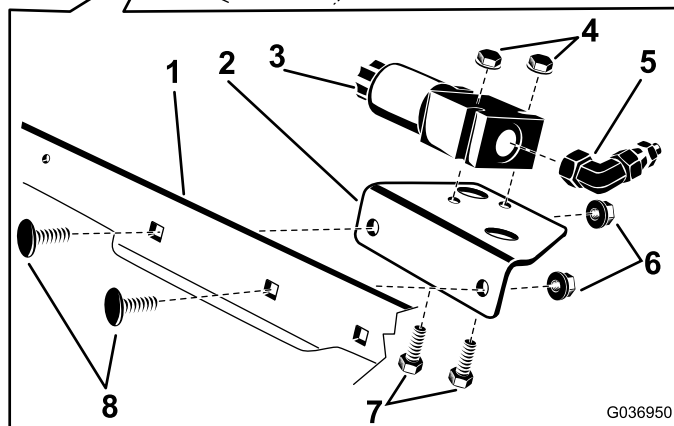

Figura 1
2. Monte a placa de montagem no elemento transversal da estrutura com dois parafusos (3/8" x 1") e duas porcas (3/8"). Coloque a placa como se mostra na Figura 1.
3. Instale o adaptador de 90° na extremidade da válvula de bloqueio do diferencial, posicionando-o como se mostra na Figura 1.
4. Monte a válvula do bloqueio do diferencial na placa de montagem com dois parafusos (1/4" x 2") e duas porcas (1/4"). Posicione a válvula de bloqueio do diferencial na placa de montagem como se mostra na Figura 1.